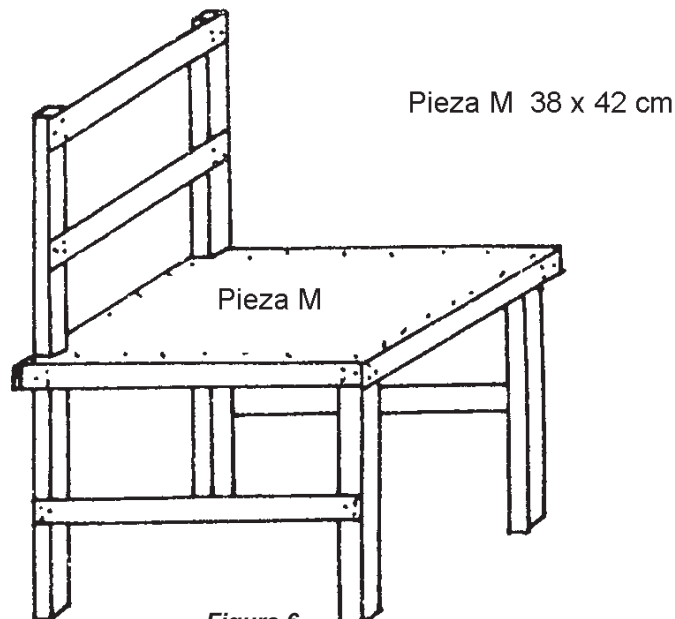

Figura 6
- Pega y atornilla o clava la pieza "M" a la armazón de la silla (figura 6).